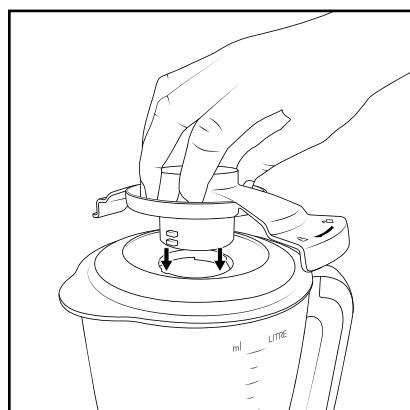

Abb. 2
- Setzen Sie die Deckelverriegelung 14 so auf, dass die Arretierungen der Deckelverriegelung 14 durch die Aussparungen am Mixer-Deckel 15 gleiten. Die breite Lasche mit den Schlosssymbolen (⌂ ⌃) muss dabei auf die europäische Skala (ml/Liter) weisen (Abb. 2).